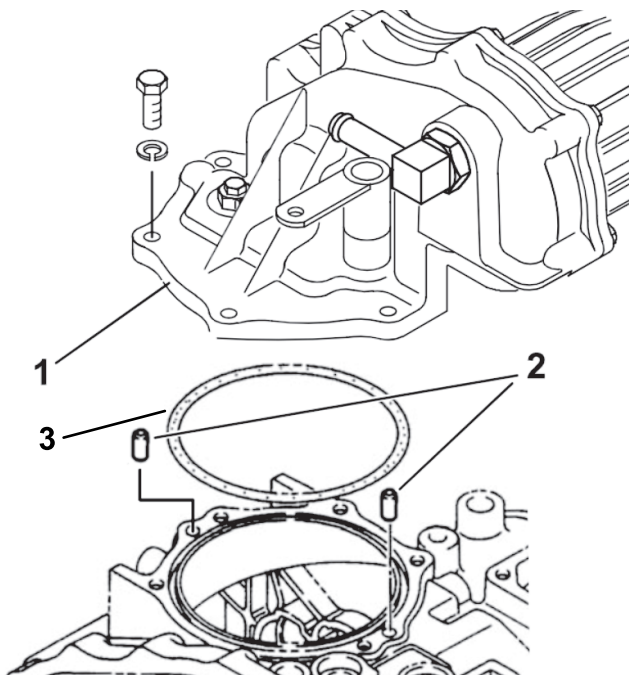

図 19
1. 2つの位置合わせピンをトランスアクスルの穴の、図 19に示す位置に取り付ける。
2. トランスアクスルカバープレートから取り外した大きなOリング、取り付けボルト、ロックワッシャー、およびナットを使って、PTOアセンブリをトランスアクスル 図 19に取り付ける。